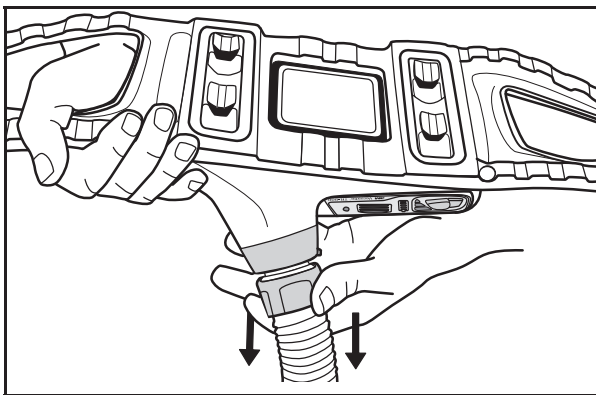

Fig. 12 Remoción del tubo de respiración
4. Remoción: Voltee el ventilador con motor hacia abajo, de manera que la salida mire hacia abajo (Fig. 12) para ayudar a minimizar la posibilidad de contaminación de la salida.